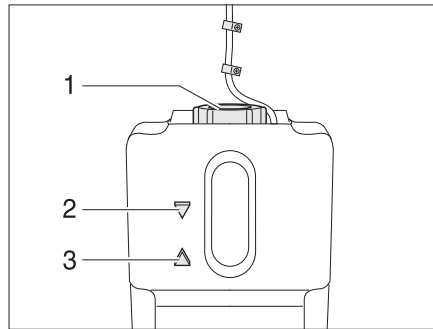

Fig. 258 Vase d'expansion pour le chauffage à eau chaude
- Contrôler si le liquide se trouve entre les marques "MIN" (Fig. 258,3) et "MAX" (Fig. 258,2) sur le vase d'expansion (Fig. 258).
- Ouvrir le bouchon du vase d'expansion (Fig. 258,1).